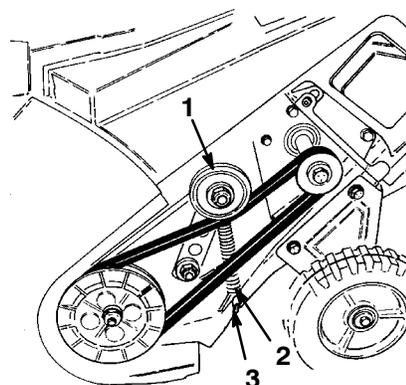

Figure 17
Veillez à accrocher la longue extrémité du ressort dans l'encoche du carter et l'extrémité arrondie sur la goupille située au dos de la poulie folle (Fig. 17).
- Elevez l'ensemble bras de poulie folle, serrez la courroie et faites-la passer sous la poulie folle (Fig. 17).